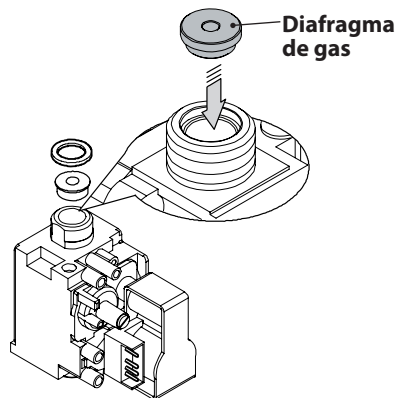

Figura 8.2
- Realice el cambio del tipo de gas sustituyendo correctamente el diafragma de gas (Figura 8.2), consultando la sección "Datos técnicos", pág. 32 (modelo MIA INOX 24 E) y pág. 35 (modelo MIA INOX 35 E).